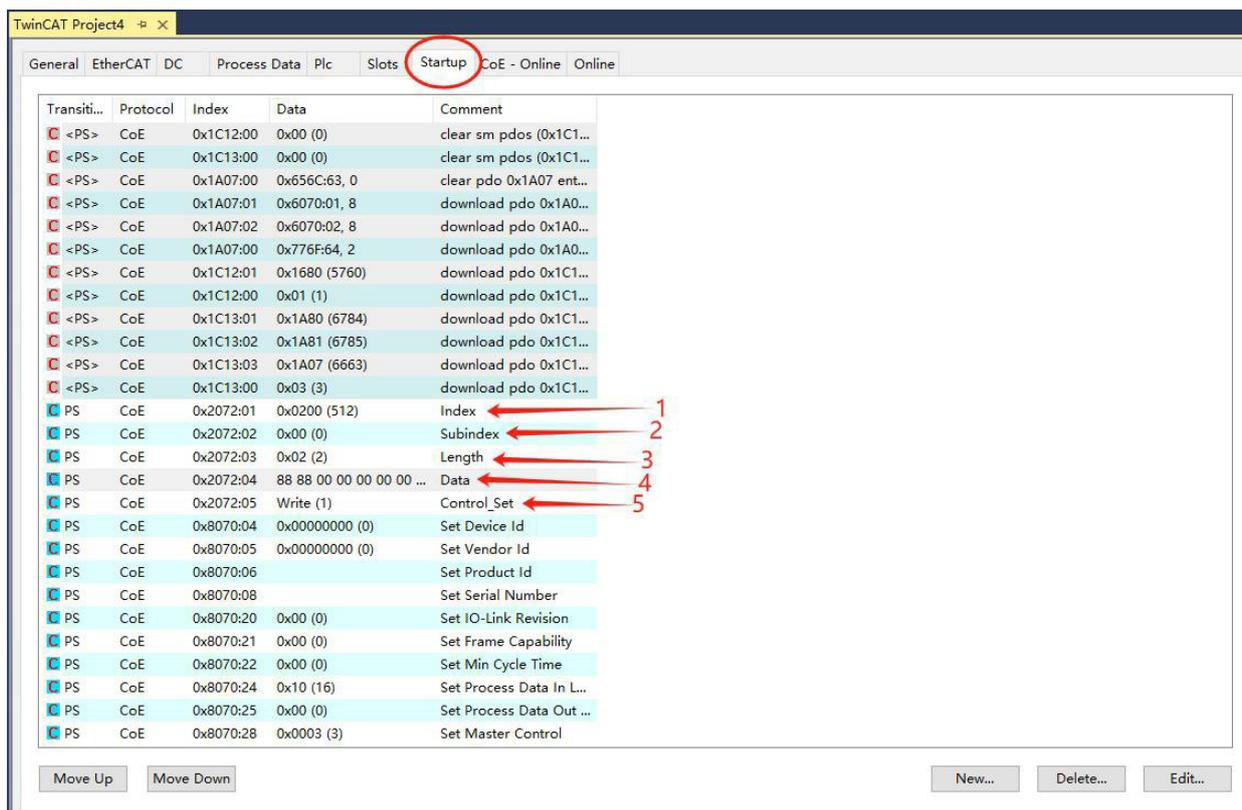

图5
5、如图 5 所示，配置离线后的输出 IO 状态的设定：Index=0x0212，Subindex=0，Length = 2，Data = 88 00，Control_Set=Write(1)。具体配置如下表：